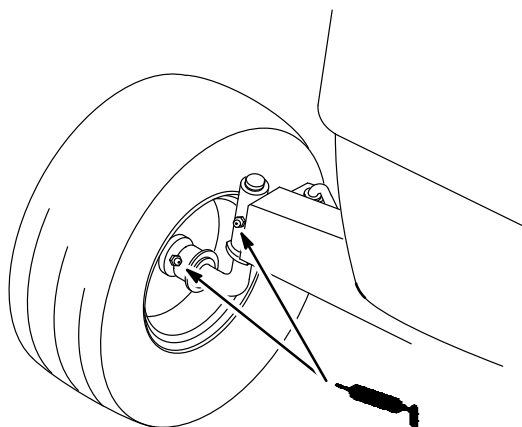

Abbildung 13
1. Vorderräder und Lenkungsspindeln schmieren, bis das Fett aus den Lagern austritt (Abb. 13).